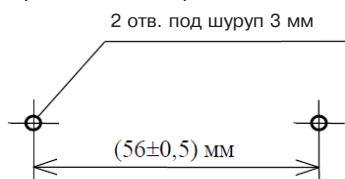
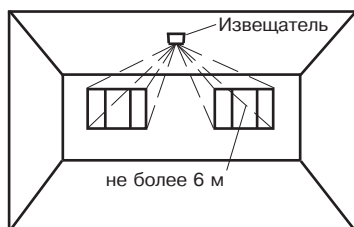
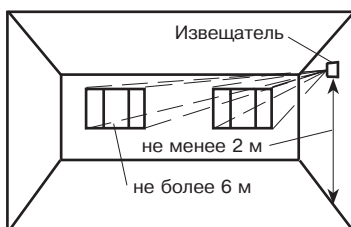
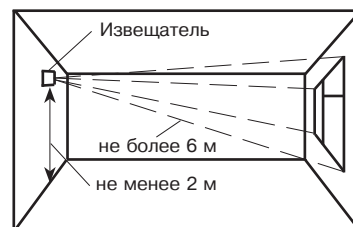

Рисунок 1
Рисунок 5 – Установка извещателя на потолке
Рисунок 6 – Установка извещателя на боковой стене
Рисунок 7 – Установка извещателя на противоположной стене
Примеры установки извещателя показаны на рис. 5–10, разметка для крепления – на рис. 1.
- допускается установка извещателя на любой из боковых (рис. 6) или противоположной (рис. 7) стене, а также на потолке помещения (рис. 5 и 8) или в простенке между охраняемым стеклом и занавесями (рис. 9);